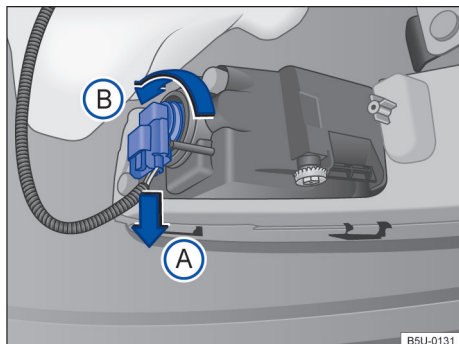

Fig. 120 Atrás do para-choque dianteiro: acesso à lâmpada incandescente do farol de neblina.
2. Desencaixar o conector de alimentação da lâmpada → Fig. 120 no sentido da seta , pressionar, ao mesmo tempo, a trava de fixação do conector.
3. Girar o soquete da lâmpada → Fig. 120, no sentido anti-horário da seta , e desencaixá-lo do alojamento.